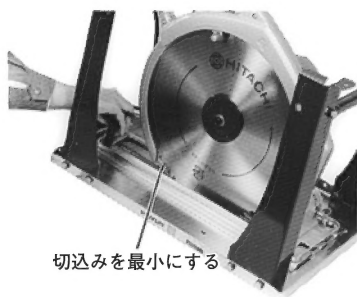

図 3
- (1) 切込み最小の位置にし、テーブルの下側に高さ10 cm程度の台をおきます。
- (2) テーブルの裏側に4本のネジが出ており、このネジにあるナット、スプリングワッシャ、ワッシャを一度はずし、ネジを丸のこ本体のベースにある穴に通してナットを締めます。(図3、4)